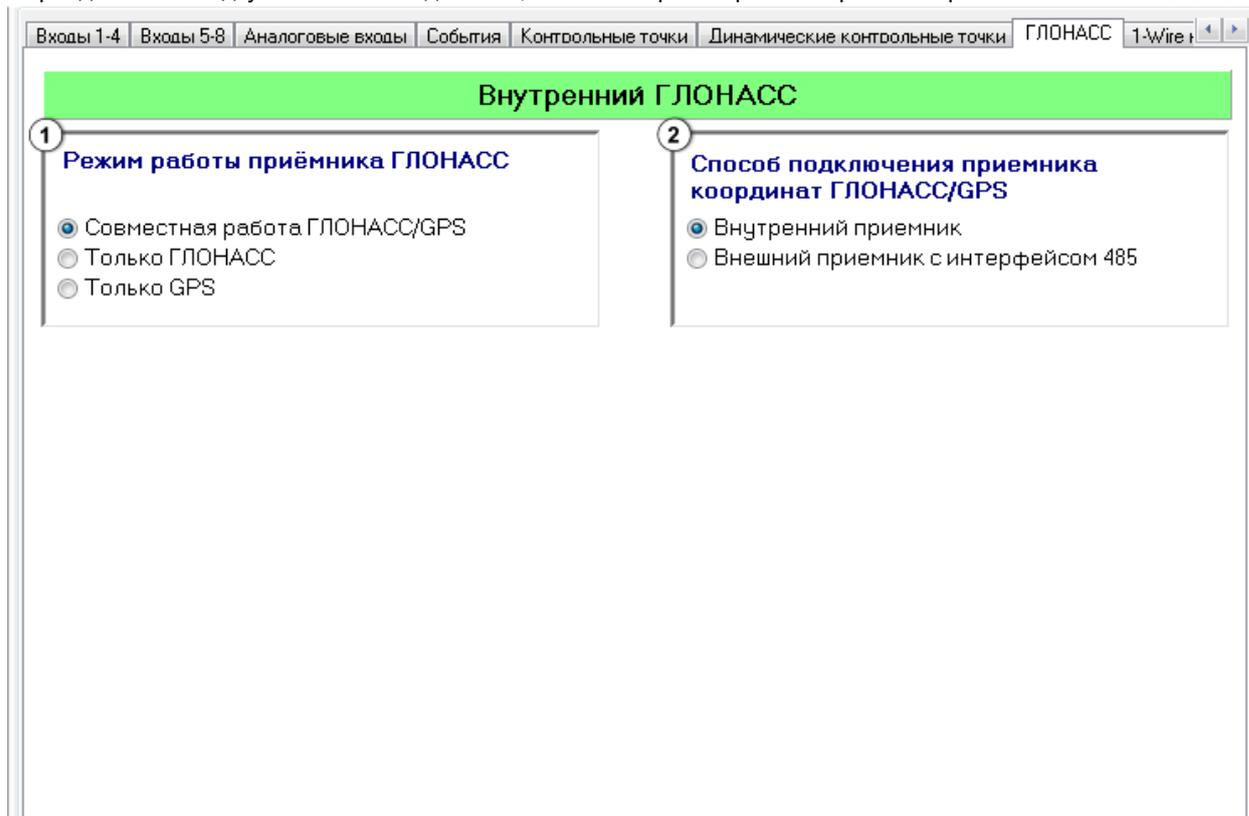

Рис.22 – ГЛОНАСС.
- **использовать интерфейс 485 для подключения внешнего приемника координат ГЛОНАСС/GPS** - при выборе данной опции для подключения внешнего приемника координат ГЛОНАСС/GPS используется интерфейс 485. Опция дублируется во вкладке «ГЛОНАСС» (рис.22,п.2.2).